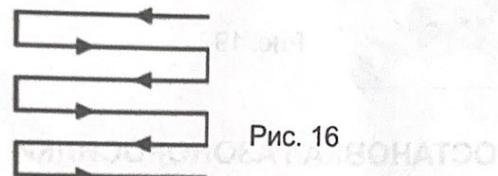

Рис. 16
- Косите рядами, слегка перекрывающими друг друга. Наиболее эффективным способом стрижки газонов являются прямые линии вдоль одной из сторон. Это позволит сохранить ряды ровными и гарантирует, что весь газон будет подстрижен без пропусков (рис. 16).